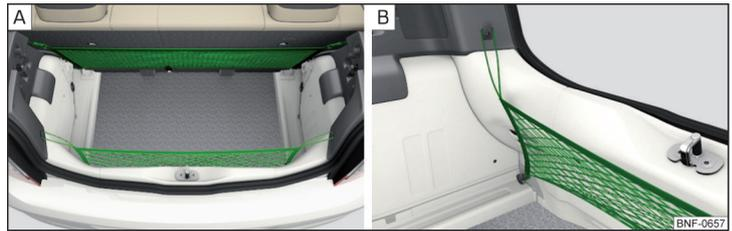
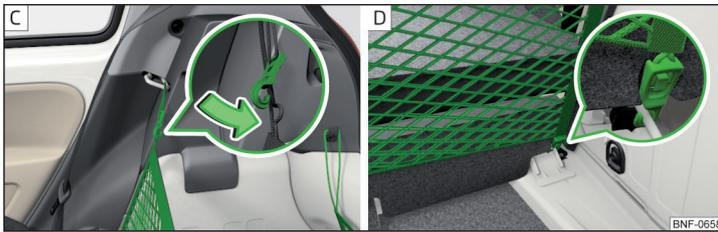

Abb. 74 Befestigungsbeispiel für Netze / Detail der Befestigung im hinteren Bereich des Gepäckraums
Abb. 75 Detail der Befestigung hinter den Rücksitzen
**Befestigungsbeispiele für Netze** » Abb. 74 und » Abb. 75